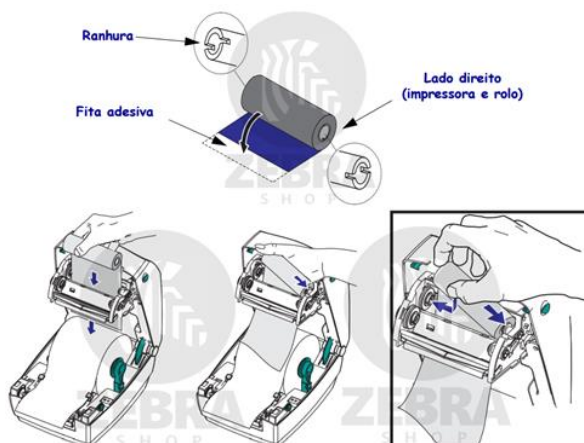

Figura 1 – passo um para troca ou substituição
1. Com a impressora aberta, passar o ribbon por seu suporte, pressionar o lado direito no eixo do ribbon acionado por mola, alinhar o lado esquerdo das ranhuras do rolo da bobina de ribbon aos raios do eixo esquerdo e girar o ribbon até que as ranhuras fiquem alinhadas e presas no lado esquerdo do eixo (figura 1);